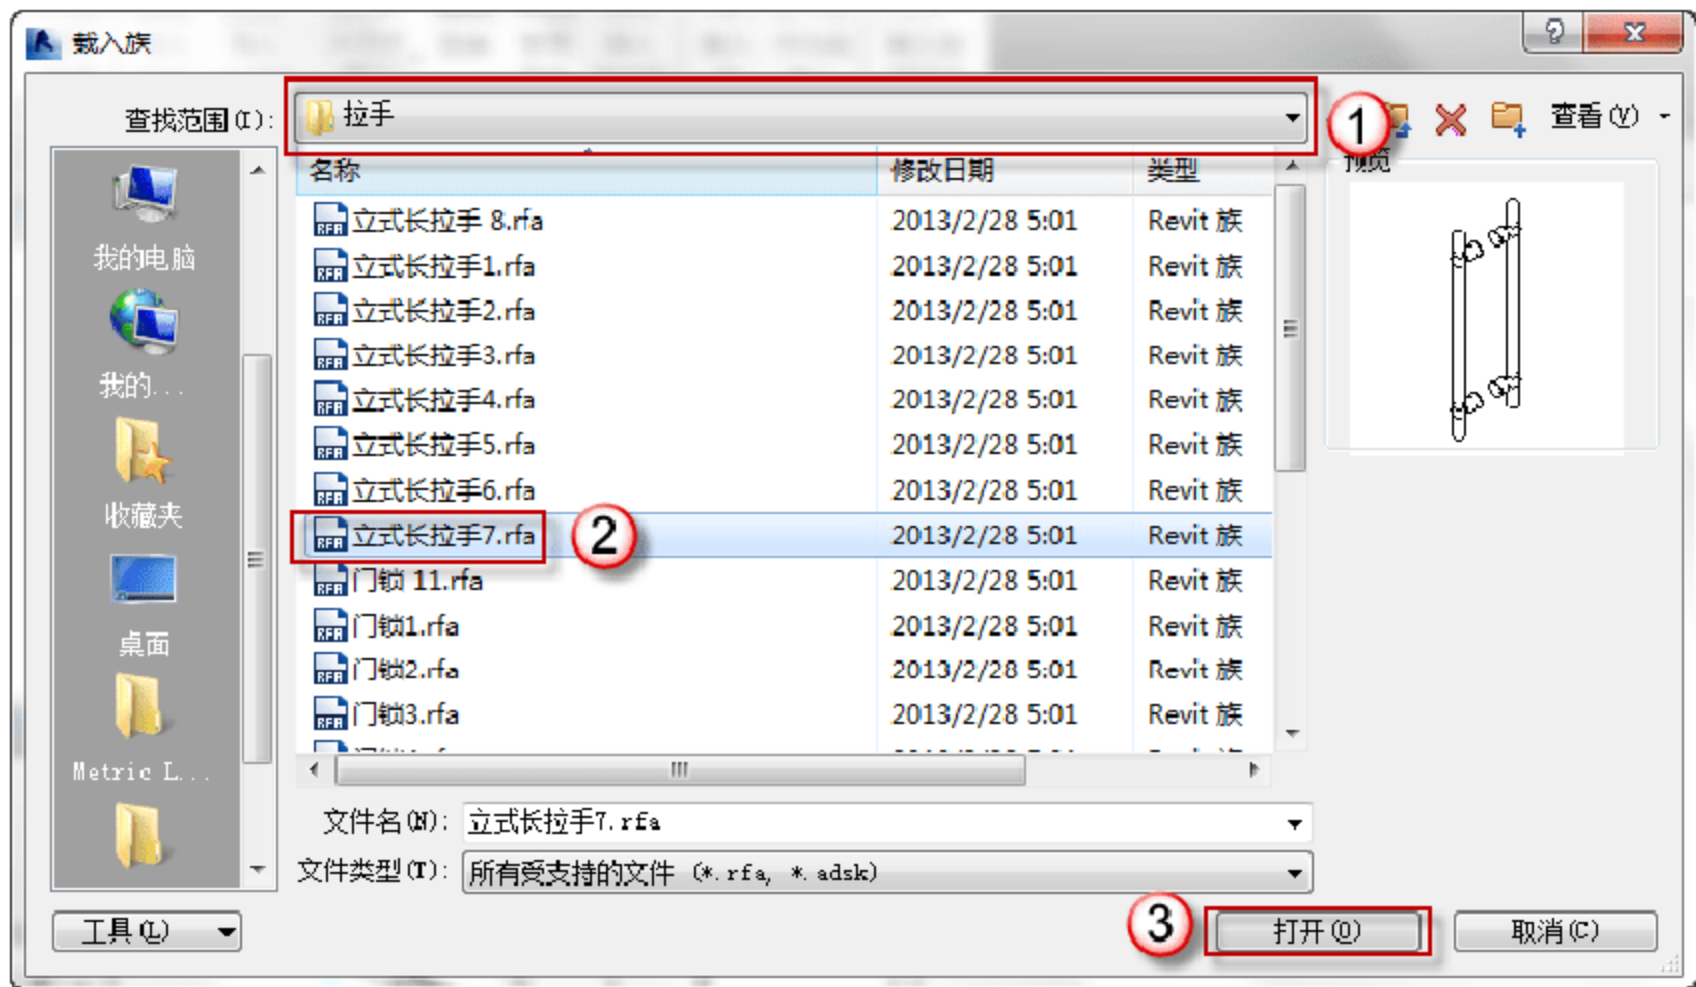

图 6.3.67 插入族“立式长拉手 7.rfa”
(25) 载入族“立式长拉手 7.rfa”。选择“项目浏览器”中的“楼层平面”→“参照标高”选项，进入门的参照标高视图。选择“插入”→“载入族”命令，弹出“载入族”对话框，打开“建筑”\“门”\“门构件”\“拉手”文件夹，选择“立式长拉手 7.rfa”，单击“打开”按钮。如图 6.3.67 所示。